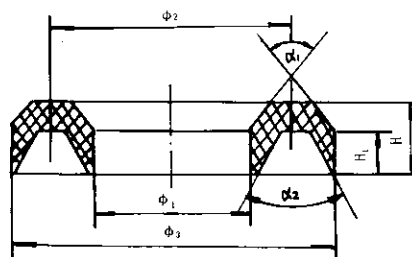

图 2
- 气动双座阀主要易损件有阀芯、阀座、波纹膜片, 填料(表 2、图 2)以及垫片(表 3)等, 如发现常应于更换。